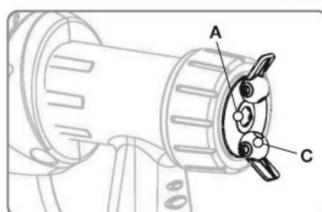

Fig 6
Cuando el material a rociar, se acumula en la boquilla (A) o en la tapa de aire (B) Fig 6, limpie los mismos con agua o solvente.